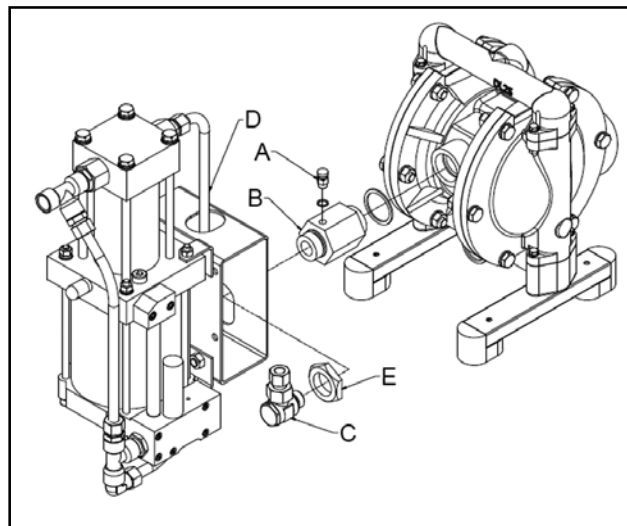

Fig. 20
- Svitare le quattro viti di fissaggio dal blocco di comando. A questo punto è possibile estrarre l'intera valvola di comando, incluso comando pilota. Ciò è possibile anche senza dover smontare precedentemente la pompa (Fig. 20).